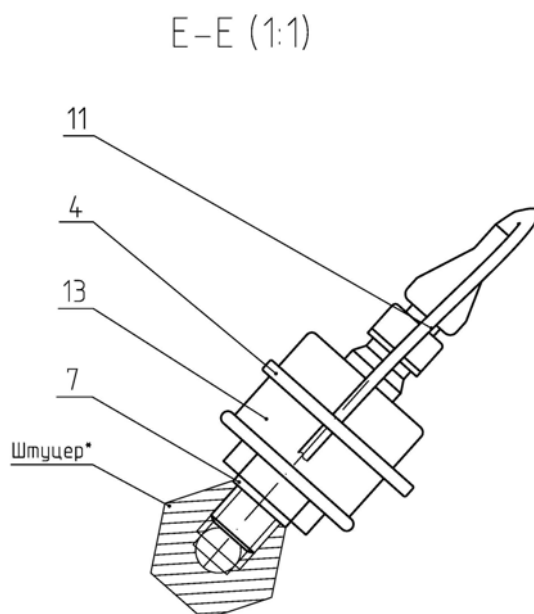

Рис.11.18 Замена датчика давления воздуха в пневмосистеме.
Для замены датчика давления воздуха (13), (рисунок 11.18), в пневмосистеме необходимо выполнить следующее:
- 3) заверните новый датчик (13), (рисунок 11.18), крутящим моментом 20...25 Н·м, установив для герметичности уплотнительное кольцо (7).